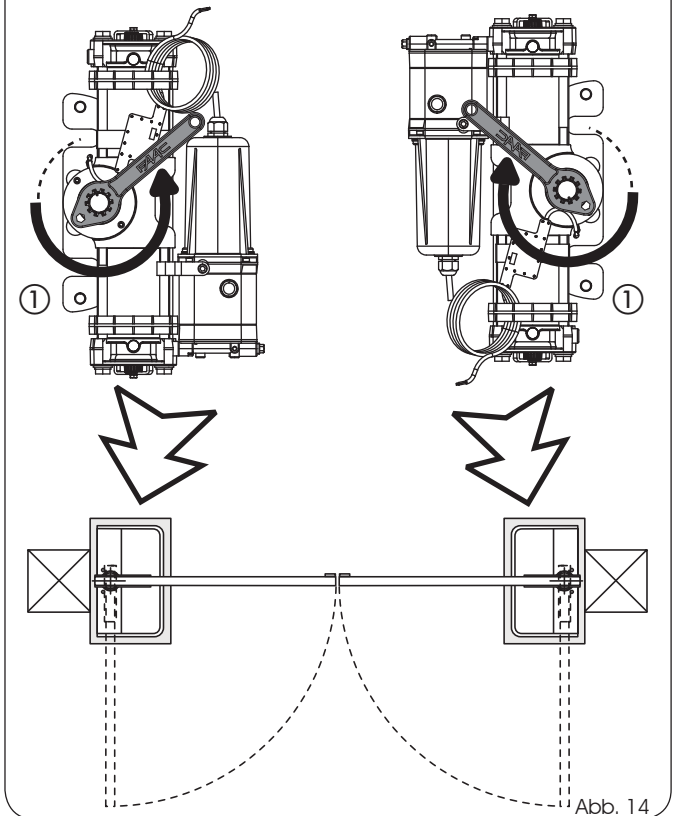

Abb. 14
- 5) Das Ritzel des Antriebs mit dem mitgelieferten Schlüssel (Abb. 14, ①) **in Schließrichtung des Tors** bis zum Erreichen des inneren Anschlags des Kolbens drehen und den Schlüssel entfernen.